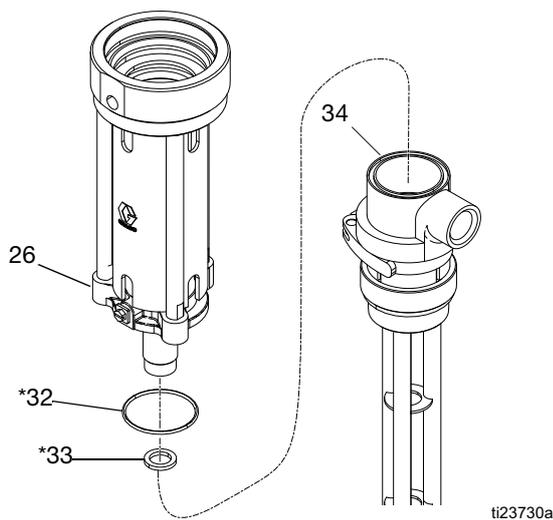

FIG. 23
12. Desaparafuse a flange de montagem (26) do corpo da bomba (34). Retire o o-ring (32*) e a junta de PTFE (33*) do corpo da bomba (34). Inspeccione todas as peças para verificar se existe dano. Consulte a FIG. 23.